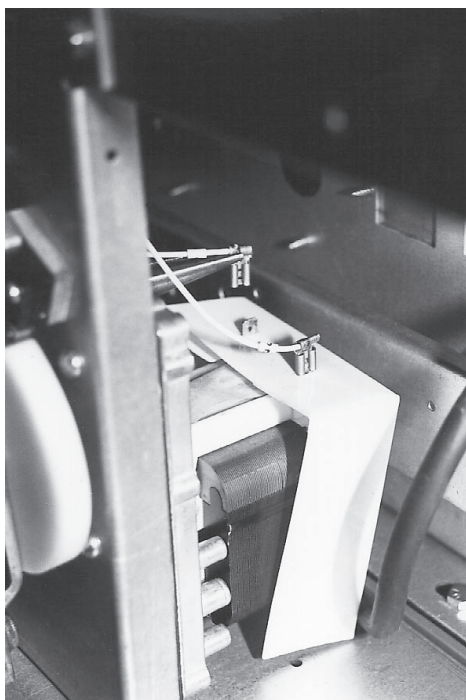

Fig. 62
5. Remove motor wiring. (Fig. 62)